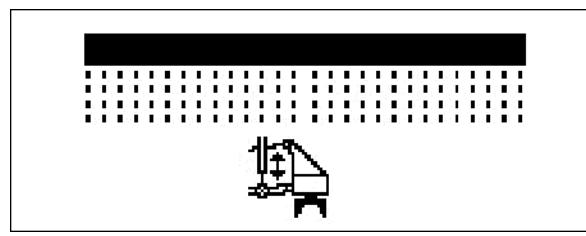

Fig. 46
1. Forhåndsvelge **KG** (Fig. 46).